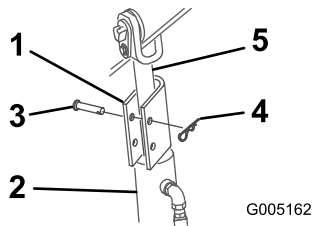

Bild 17
4. Bringen Sie über jeder Hubzylinderstange ein Zylinderschloss an (Bild 17).
5. Befestigen Sie jedes Zylinderschloss mit einem Lastösenbolzen und einem Splint (Bild 17).